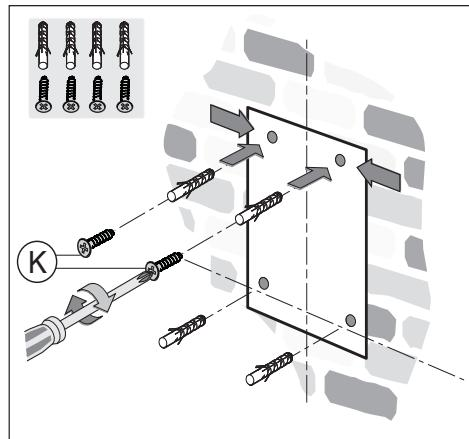

Fig.3
- Markera och borra fästhålen (Fig.3).
- Fäst expansionspluggarna och de **2** övre skruvarna **K** utan att skruva fast dem fullständigt (Fig.3).